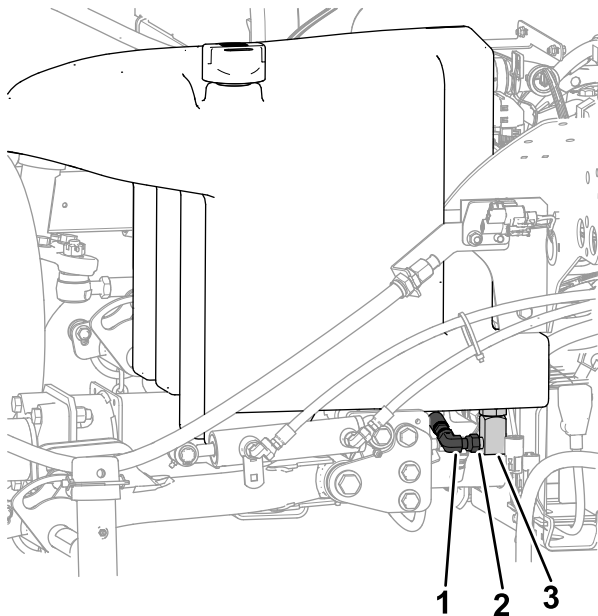

Figure 108
2. Placez un grand bac de vidange sous le collecteur (Figure 108) au bas du réservoir de liquide hydraulique; voir Capacité de liquide hydraulique \(page 69\).